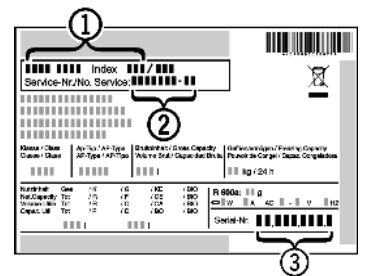

Fig. 19
- ▶ Aflæsapparatets betegnelse *Fig. 19 (1)*, service-nr. *Fig. 19 (2)* og serie-nr. *Fig. 19 (3)* fra typeskiltet. Typeskiltet er anbragt på apparatets venstre inderside.
- ▶ Underret vores kundeservice og meddel fejlen, apparatets betegnelse *Fig. 19 (1)*, service-nr. *Fig. 19 (2)* og serie-nr. *Fig. 19 (3)*.